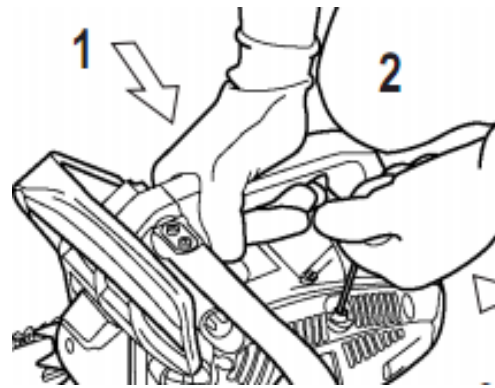

Abb. 16
6) Sichern Sie die Kettensäge in der in Abb. 16 gezeigten Position.
- 3) Ziehen Sie schwungvoll am Griff des Starterseils, bis der Motor anspringt (Abb. 16).